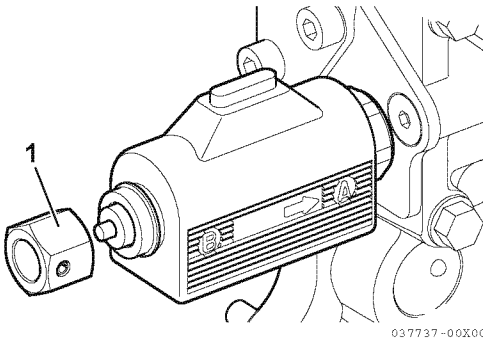

Abbildung 8
1. Bei nicht laufenden Motoren den Deckel (1, **Abbildung 8**) und die Notmutter (2, **Abbildung 8**) entfernen.